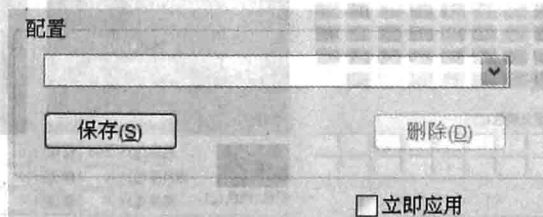

图 5-24 保存配色方案
(5) 保存配色方案。“配置”栏可以用于保存设置完成后的配色方案, 如图 5-24 所示。输入配置方案名称后, 单击【保存】按钮进行保存。在后续的设计中可以调用之前保存的配色方案。在下拉列表中选择之前保存的配色方案, 勾选“立即应用”选项进行应用。